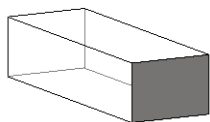

图 5.2.10 “实体”特征
- 实体类型：按下操控板中的“实体特征类型”按钮 ，可以创建实体类型的特征。在由截面草图生成实体时，实体特征的截面草图完全由材料填充，如图 5.2.10 所示。